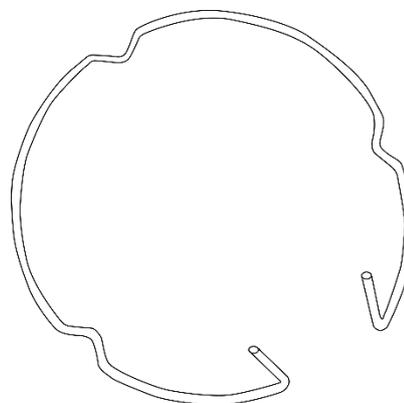

Fig. 06
- 06) Vuelva a colocar el anillo de fijación (Fig. 06).